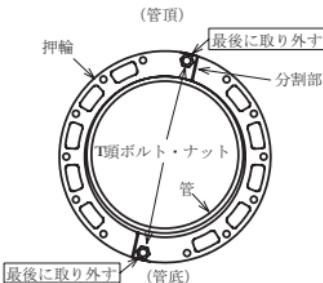

図 55 押輪の取り外し方法（呼び径 500、600）
(1) ボルトの取り外し
- ① 呼び径 500、600 は、2分割の押輪を両側から手で支えながらボルト・ナットを取り外す。この時、押輪分割部直近のボルト・ナットは最後に取り外す（図 55 参照）。